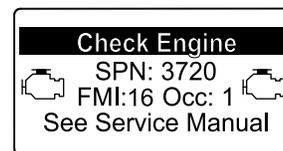

Рисунок 45
- Предупреждение о двигателе SPN 3720, FMI 16 (Рисунок 45)